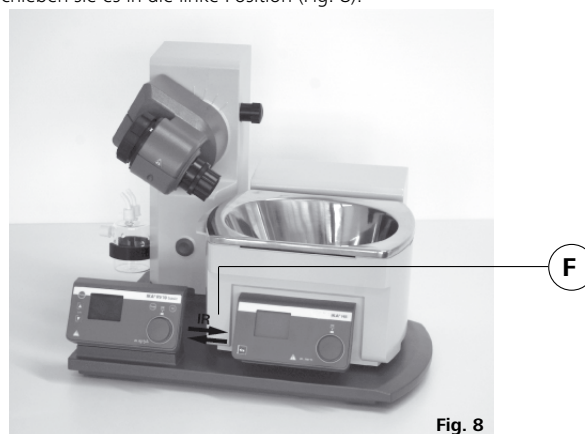

Fig. 8
- ☞ Stellen Sie das Heizbad auf die Stellfläche des Rotationsantriebes und schieben sie es in die linke Position (Fig. 8).